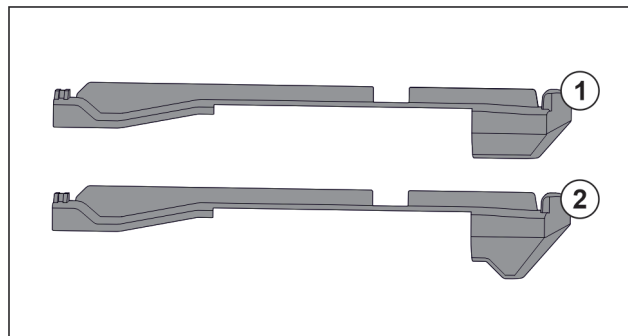

Fig. 74 Comparaison des éléments emboîtables
L'appareil comprend deux éléments emboîtables différents. L'élément emboîtable au-dessus du tiroir inférieur Fig. 74 (2) a un bord triangulaire. Tous les autres éléments emboîtables Fig. 74 (1) ont un bord droit.
- Poser l'élément emboîtable Fig. 74 (2) avec le bord triangulaire sur le tiroir inférieur.
- Poser l'élément emboîtable Fig. 74 (1) avec le bord droit à tous les autres endroits.